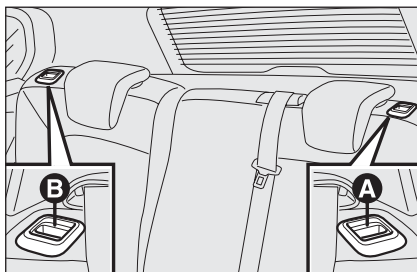

fig. 96
- agire sulle maniglie **A** o **B**-**fig. 96** per sbloccare rispettivamente la porzione sinistra o destra dello schienale e accompagnare lo schienale sul cuscino.